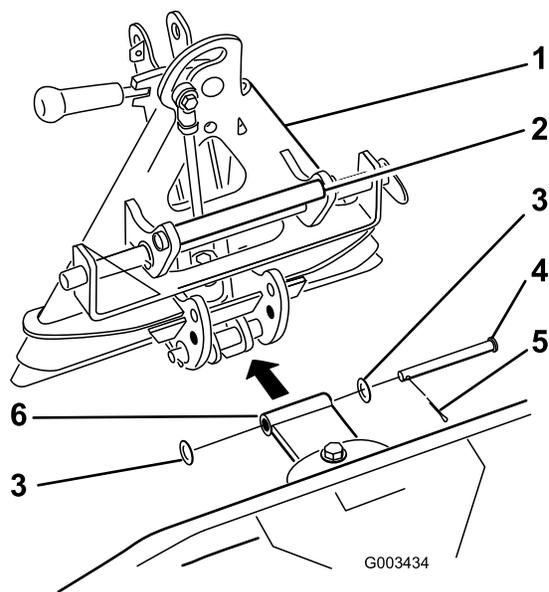

Figure 11
- Connectez le support de pivot droit à l'adaptateur comme illustré à la Figure 11 avec un axe de chape (1/2 x 4-1/2"), 2 rondelles (0,531 x 1,063) et une goupille fendue.
**Soulevez toujours l'accessoire par la poignée située au dos de l'adaptateur (Figure 11).**